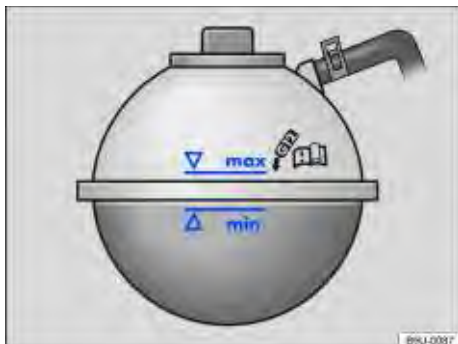

Fig. 128 No compartimento do motor: marcação no reservatório de expansão do líquido de arrefecimento do motor.
- Com o motor frio, verificar o nível do líquido de arrefecimento do motor pela marcação lateral do reservatório $\Rightarrow$ Fig. 128.
- Reabastecer somente com líquido de arrefecimento do motor **novo** $\Rightarrow$ ①.
- O nível do líquido de arrefecimento do motor deve permanecer dentro da marcação do reservatório $\Rightarrow$ Fig. 128. **Não completar acima da marca "max"** $\Rightarrow$ ①!
- Se em caso de urgência não houver à disposição líquido de arrefecimento do motor, em vez disso, completar a seguir somente com **água potável** $\Rightarrow$ ①. Depois disso, a mistura com a proporção correta de aditivo do líquido de arrefecimento do motor $\Rightarrow$ Página 205 deve ser colocada o mais rápido possível.
- Completar com líquido de arrefecimento do motor somente até a marca “max” ⇒ Fig. 128. Caso contrário, ao aquecer-se, o líquido excedente seria expulso do sistema de arrefecimento e poderia causar danos.